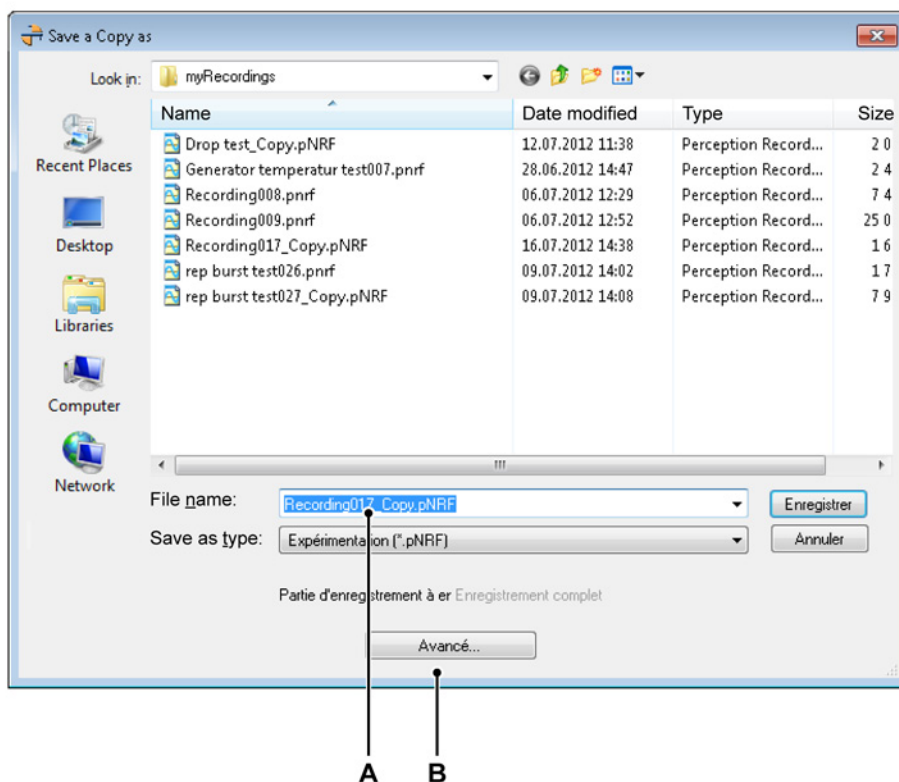

Figure 9.8 : Boîte de dialogue Enregistrer une copie sous
- 2 Dans la boîte de dialogue suivante (voir Figure 9.8), naviguez jusqu'au nouvel emplacement pour enregistrer le fichier en tant que copie. Si nécessaire, cliquez sur le bouton **Avancé** pour accéder aux réglages avancés.